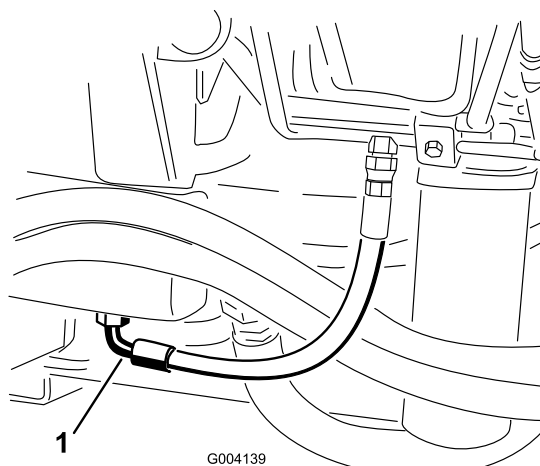

Figura 69
2. Coloque um recipiente de escoamento grande debaixo da união presa à parte de baixo do reservatório do fluido hidráulico (Figura 69).